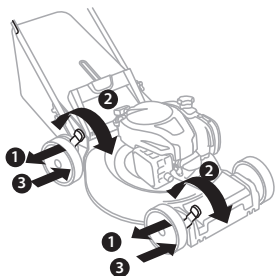

Fig. 9
1. La altura de la cuchilla al suelo se puede ajustar a 5 posiciones de altura desde 1,25 pulgadas a 3,75 pulgadas (Fig.9).